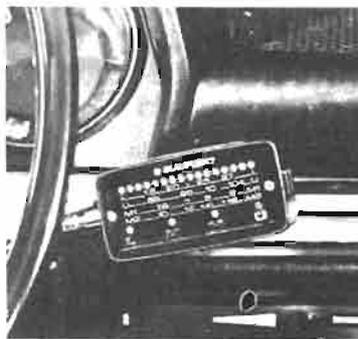

Fig. 16
**Marburg CR** : Lecture en stéréo et enregistrement (Fig. 16). Auto-radio à modulation de fréquence et amplificateur BF stéréo, avec un magnétophone cassette incorporé. Pour la partie magnétophone, l'enregistrement des cassettes peut s'effectuer en mono soit par radio,